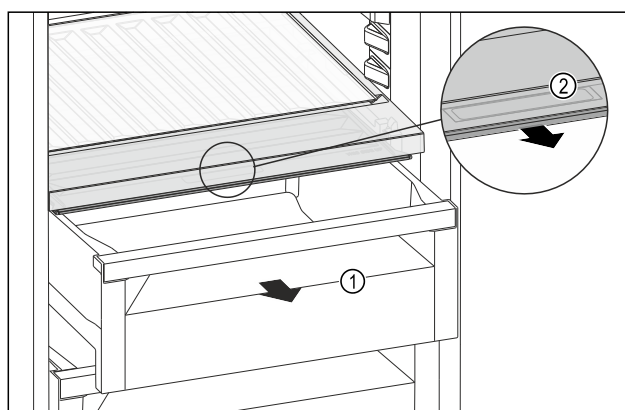

Fig. 179
- Schubfach Fig. 179 (1) herausziehen.
- Griffmulde Fig. 179 (2) am Fachdeckel anfassen und Fachdeckel gleichzeitig nach vorne ziehen.